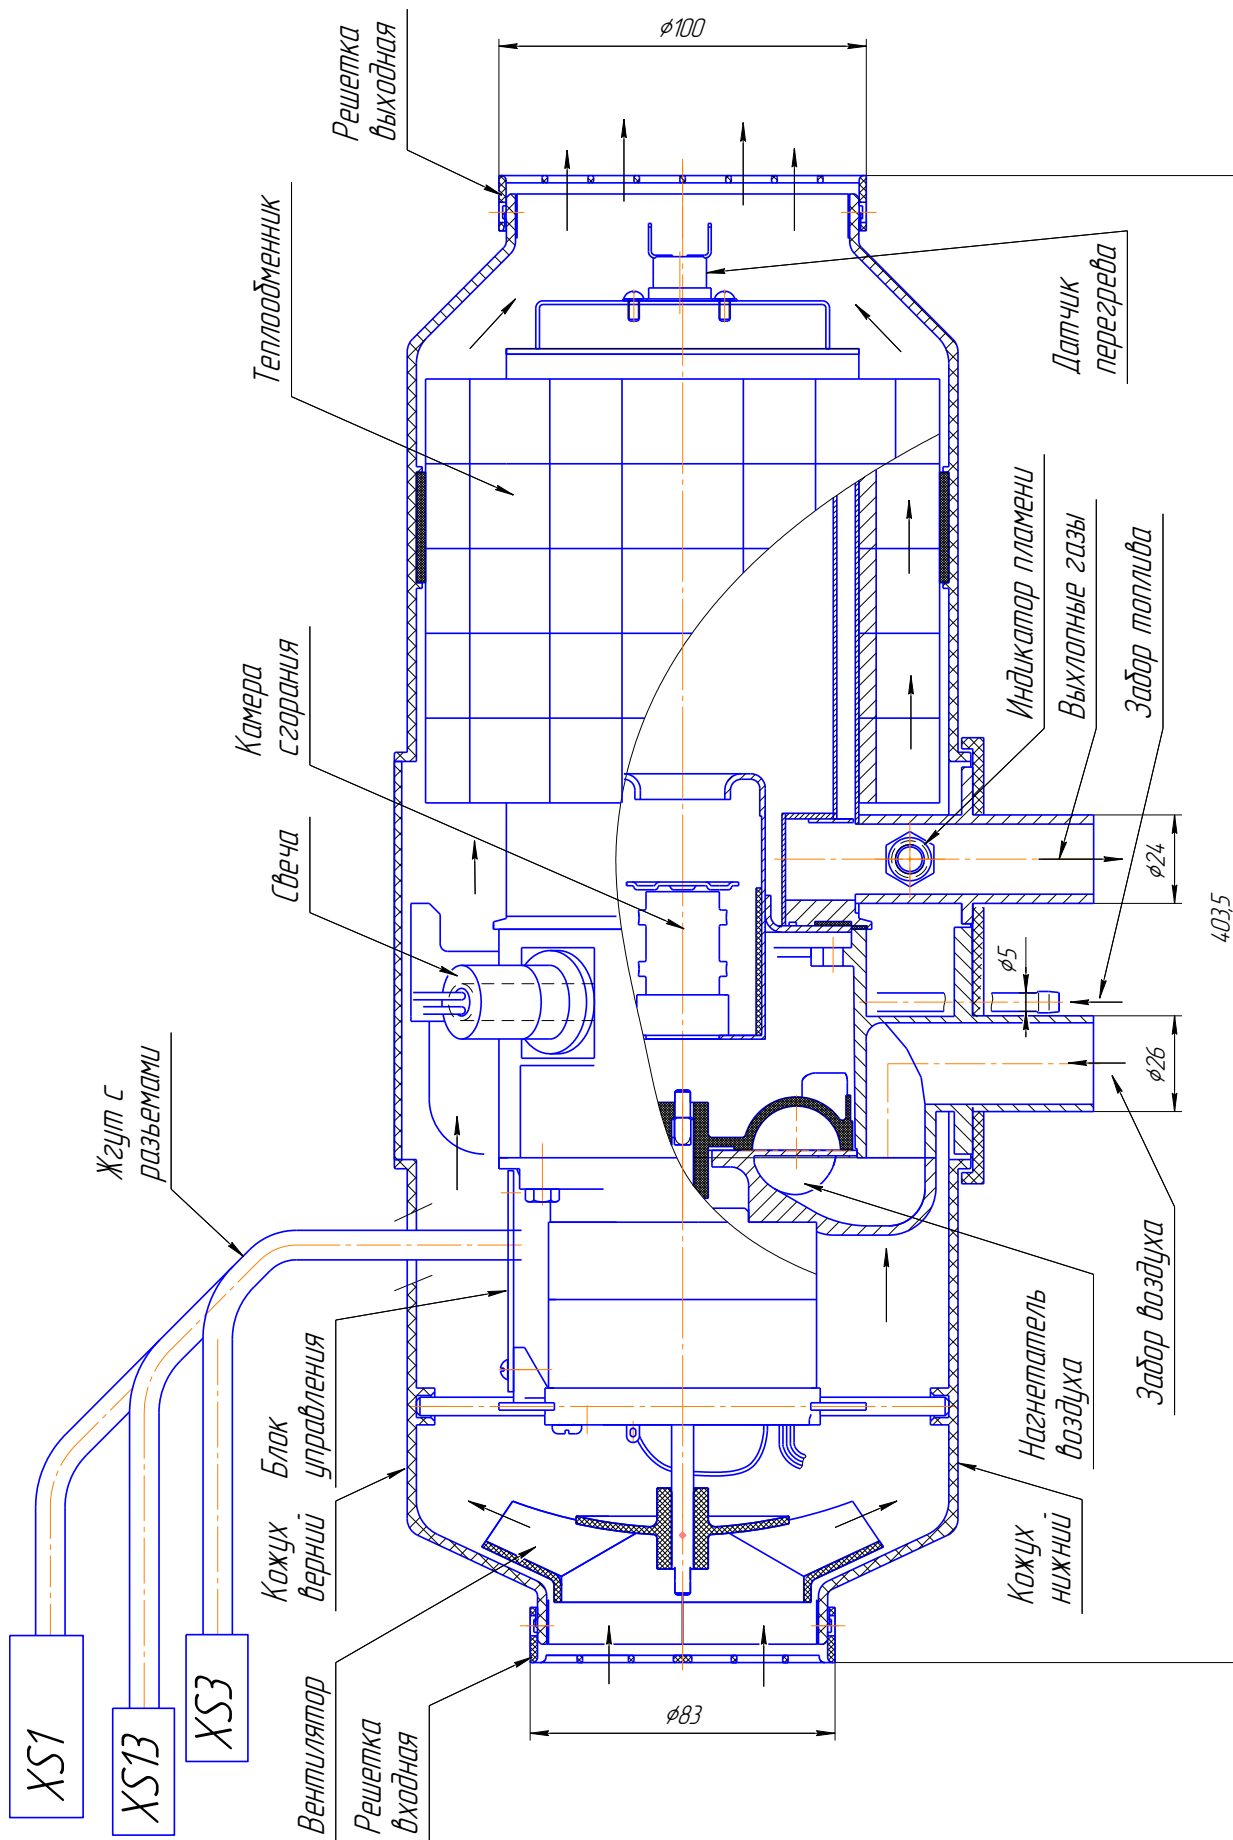

Рис. 4.2 – Основные узлы нагревателя
- нагреватель (основные узлы нагревателя показаны на рис. 4.2);